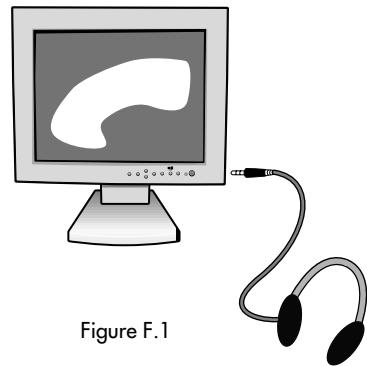

Figure F.1
2. Connectez l'écouteur à la sortie "écouteur" à droite du moniteur (Figure F.1). Vous pouvez vous procurer un écouteur auprès de votre magasin de composants électroniques local.